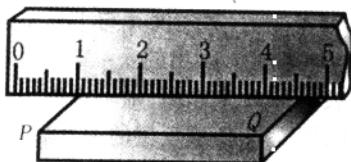
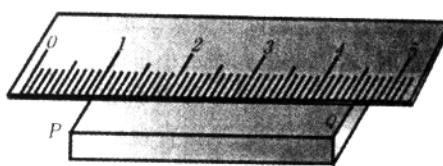

图 1-4-1
图 1-4-2
1. 测量时米尺的刻度线要紧贴待测物，以避免视差（如图1-4-1、图1-4-2）。